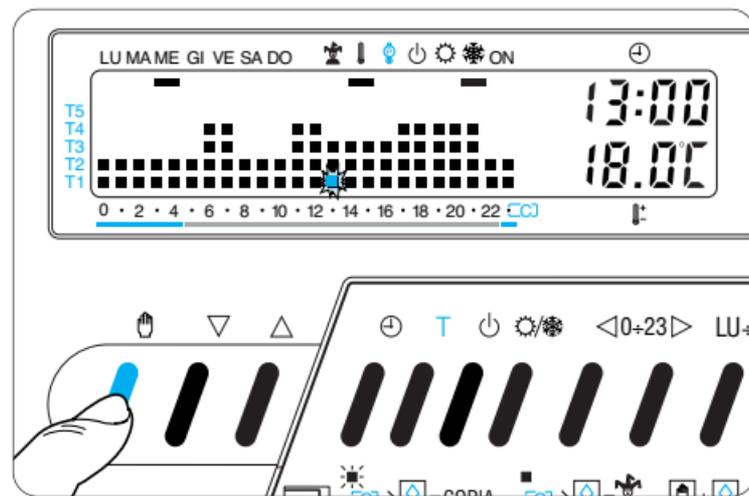

Fig. 55
**Nota.** Per ritornare in funzionamento AUTOMATICO prima dello scadere del tempo programmato azzerare il contaore premendo il pulsante  $\text{☞}$  (fig. 55).